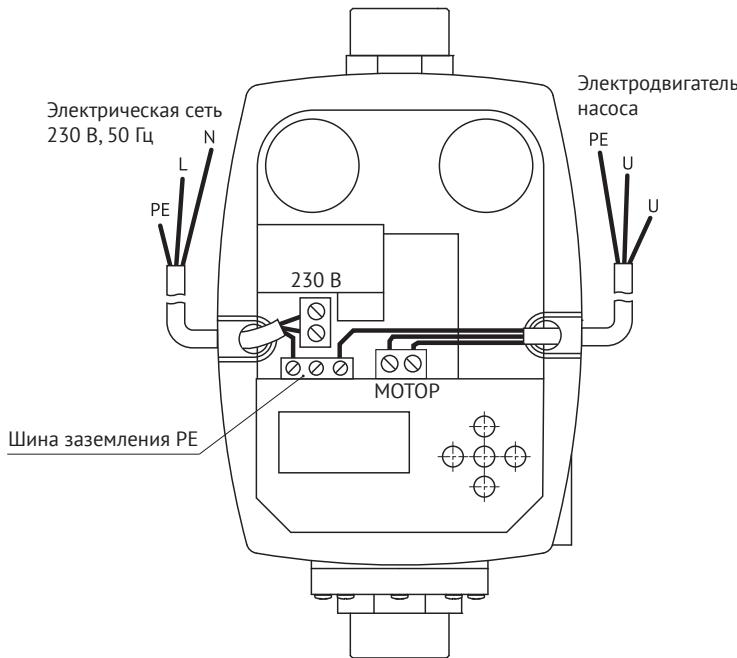

Рис.5. Электрическая схема подключения
- Подключите фазную (L) и нулевую (N) жилы сетевого кабеля с вилкой к клеммной колодке «230 В» инвертора (см. рис. 5). Заземляющую жилу (PE) подключите к
5. Подключите фазную (L) и нулевую (N) жилы кабеля насоса к клеммной колодке «МОТОР» инвертора (см. рис. 5). Заземляющую жилу (PE) подключите к шине заземления.